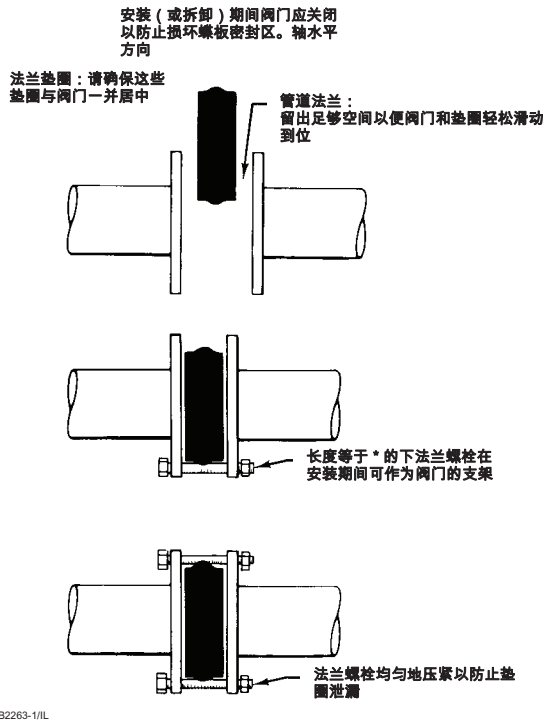

图 5. 正确安装步骤
1. 请参见执行机构说明手册以找出控制阀门蝶板（编号 2）的关闭位置的执行机构行程止动装置。调整行程止动装置或行程时，请确保蝶板与阀体中的内部止动装置距离为 0 至 0.76 mm（0 至 0.030 英寸）（见图 5）。必须进行此调整以确保执行机构行程止动装置或执行机构能完全吸收执行机构输出扭矩。阀体中的内部行程止动装置不应吸收任何执行机构扭矩。
- **对于对夹式蝶阀：** 首先安装下法兰螺栓以作为阀门的支架（见图 5）。见图 5 以获取法兰螺栓规格。
2. 将密封环和 O 型圈组件安装到阀体中。密封环的宽外径将进入阀体的 T-插槽区域（见图 5）。使用钝端螺丝起子将宽直径侧放入阀体的 T-插槽。如果您有维护工具包，请使用密封件安装工具。